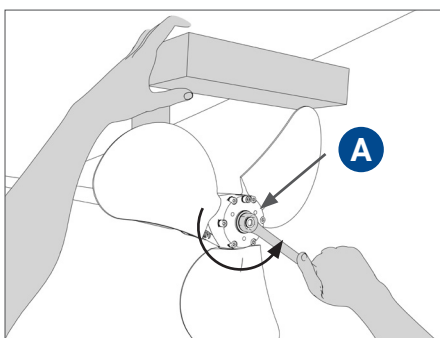

FIG. 35 | Svitare dado di serraggio "A"
- Assicurarsi che l'asse porta-elica non possa ruotare innestando la marcia a motore spento o bloccando l'asse in altra maniera. Per evitare di curvare le pale dell'elica in fase di svitamento, usare la precauzione di ruotare le pale in posizione di spinta (non in bandiera), e bloccare la rotazione con un cuneo di legno tra la pala e la carena. (Fig. 35).
- Svitare il dado di serraggio **A** in senso antiorario (Fig. 35); durante lo svitamento l'elica si estrarrà automaticamente dal cono dell'asse porta-elica o dall'asse Sail-Drive.